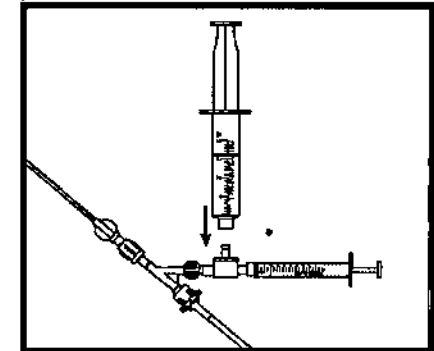

Figura 8
9. Retirar la jeringa reservorio que contiene solución salina de la entrada del puerto de la válvula de doble paso. Reemplazarla por una jeringa reservorio que contenga la solución terapéutica deseada (figura 8).